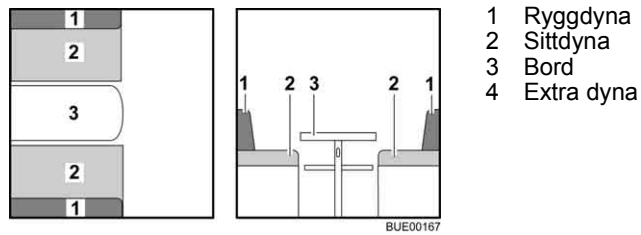

Bild 89 Före ombyggnaden
- Bygg om bordet (Bild 89,3) till sängbotten (se avsnitt 6.11).
- Tag bort ryggdynorna (Bild 89,1) och lägg dem åt sidan.